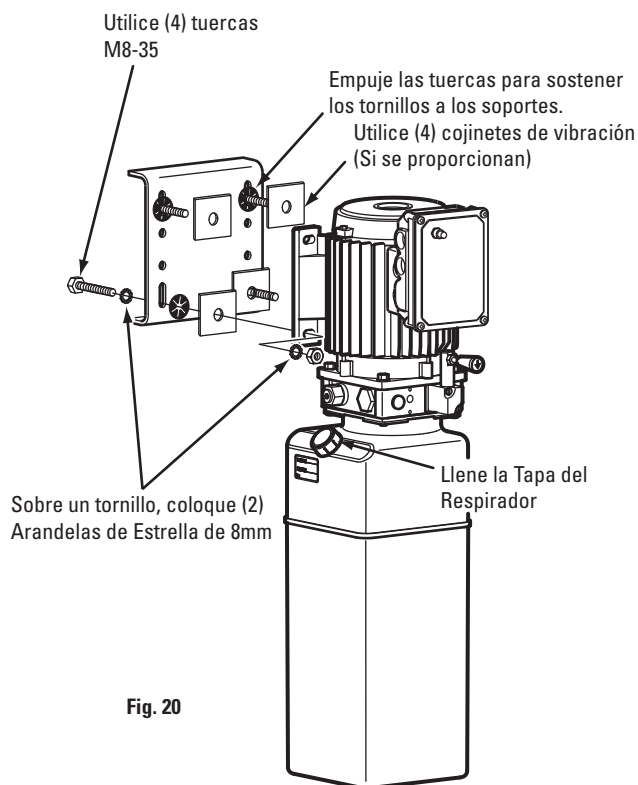

Fig. 20
- Coloque (4) pernos hexagonales M8-35 a través de los orificios del soporte de la columna utilizando las tuercas de empuje para que se mantengan en su lugar.
- Monte la unidad de energía, con el motor hacia arriba, al soporte de la columna e instale las arandelas de cierre y tuercas, Fig. 20. Pase la manguera hidráulica del carril a través de la ranura del lado del carril al puerto de salida de la unidad de energía, Fig. 22. NO utilice cinta de teflón en las conexiones de las mangueras hidráulicas.